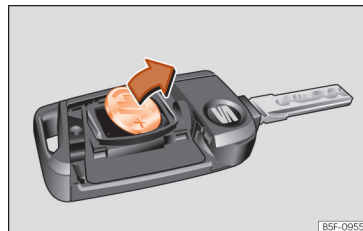

Fig. 46 Chave do veículo: remoção da pilha.
- Extraia a pilha do compartimento com um objeto fino adequado »» Fig. 46 .
- Encaixe uma pilha de botão nova no compartimento »» ② .